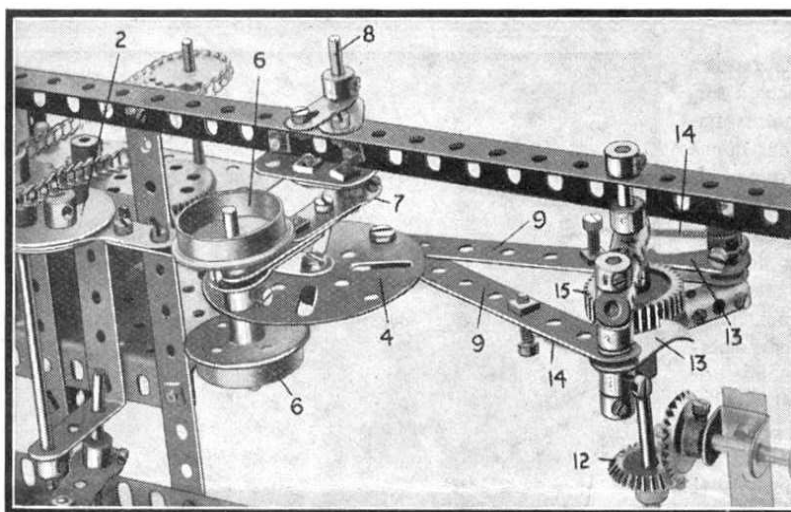

Fig. 7. Vue de dessous du Convertisseur en Meccano.
Les cliquets (13) sont montés sur des courtes tringles fixées dans les trous extérieurs des accouplements (indiqué plus clairement sur la fig. 7). Ces cliquets sont contrôlés par des petits ressorts (14) de façon à ce qu'ils soient en contact avec une roue de 38 dents (15); quand ils se meuvent dans une direction permanente ils entraînent la roue dentée 15 et aussi la tringle (11) sur laquelle la roue est fixée.